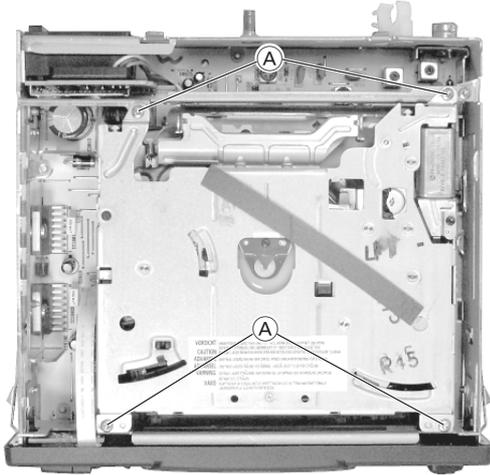

Fig. 1
- 4 Schrauben (A) herausschrauben (Fig. 1).
- Undo 4 screws (A) (Fig. 1).